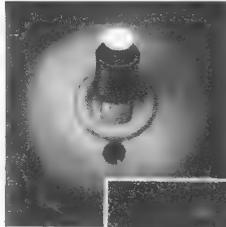

Bild 1.
**radium 22** ist eine radioaktive Leuchtmasse, die in neun verschiedenen, den jeweiligen Verwendungszwecken angepaßten Ausführungen geliefert wird. Diese selbstleuchtenden Stoffe sind überall dort von Vorteil, wo bei Stromausfall die Markierung von Lichtschaltern, Signalen, Sicherungen, Schössern, Notbeleuchtungen und Schalttafeln erforderlich ist. Bild 1 und 2 sind bei völliger Dunkelheit, also ohne jede Zusatzbeleuchtung aufgenommen; sie stellen Schalter dar, die mit radium 22 gekennzeichnet sind. Diese Aufnahmen beweisen die gute Leuchtfähig-